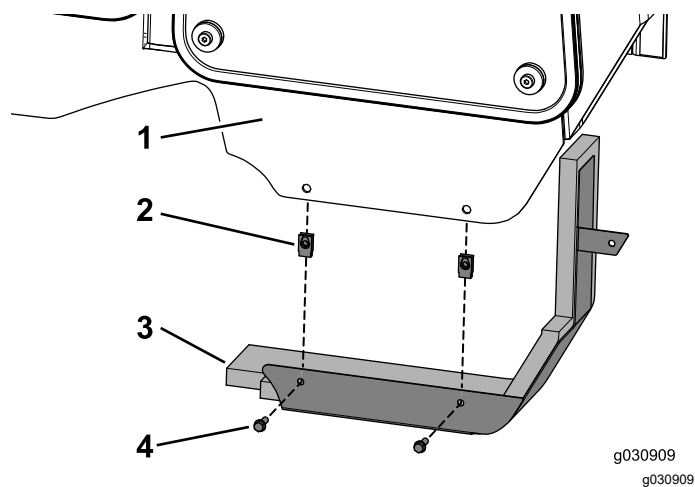

Figura 30
1. Instale las 2 tuercas rápidas en el bastidor de la cabina (Figura 30).
2. Sujete el panel a la cabina usando los 2 pernos ($\frac{1}{4}$ " x $\frac{3}{4}$ "), como se muestra en Figura 30.